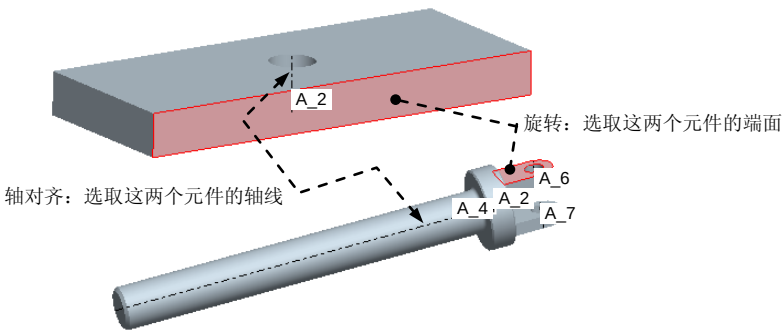
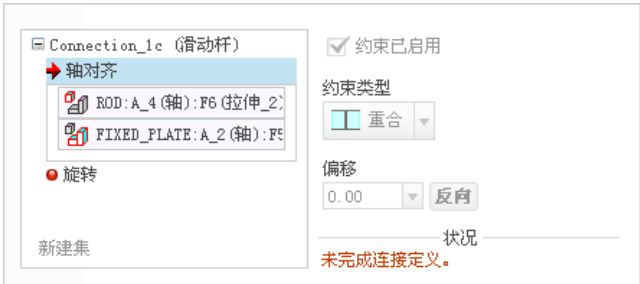
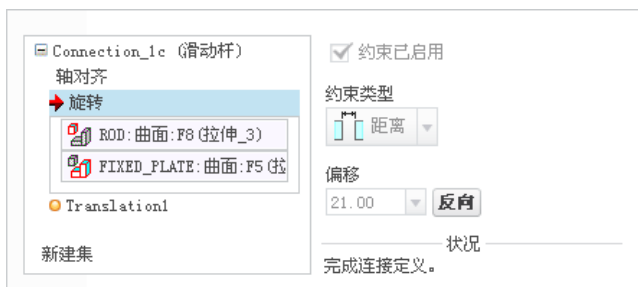

图 9.7.2 装配连杆
图 9.7.3 “轴对齐”约束参考
图 9.7.4 “旋转”约束参考
在“放置”界面中单击 **轴对齐** 选项，然后分别选取图 9.7.2 中的两条轴线（元件 ROD 的中心轴线和元件 FIXED_PLATE 的中心轴线），**轴对齐** 约束的参考如图 9.7.3 所示。
(4) 定义“旋转”约束。分别选取图 9.7.2 中的两个平面（元件 ROD 的端面和元件 FIXED_PLATE 的端面），以限制元件 ROD 在元件 FIXED_PLATE 中旋转，**旋转** 约束的参考如图 9.7.4 所示。